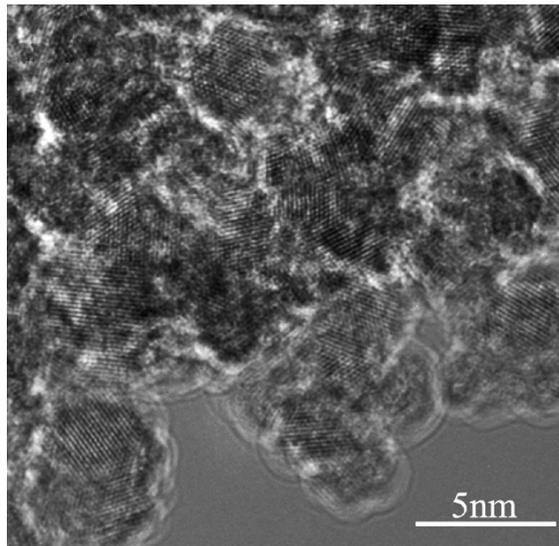

Рисунок 1. Трансмиссионное электронно-микроскопическое изображение порошка наноалмазов.
2.1. на фотографии (рисунок 1) отметить наноалмазы (кристаллиты) арабскими цифрами, начиная с единицы.